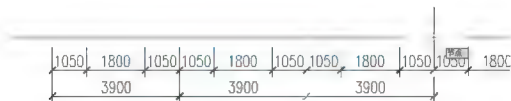

图 3.47 捕捉与轴线相对应的尺寸界线的起点
① 在指定第二条尺寸界线原点或 [放弃 (U)/选择 (S)] 选择 **选择 (S)**：提示下，依次向右分别捕捉与轴线相对应的尺寸界线的起点，如图 3.47 所示。